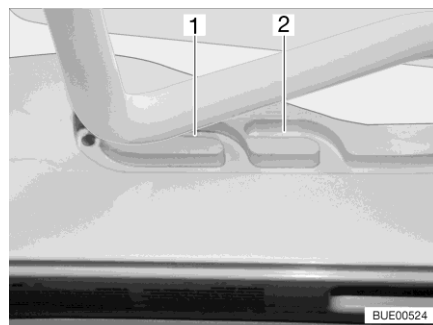
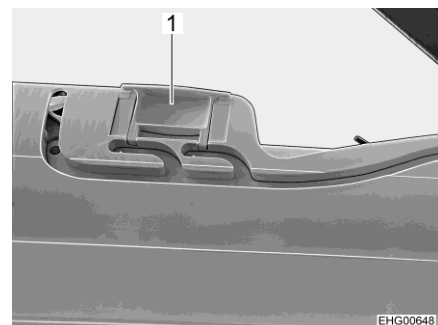

Fig. 66 Guía (posición de ventilación)
Fig. 67 Bloqueo (posición de ventilación)
La claraboya Heki se puede colocar en dos posiciones de ventilación: Posición de mal tiempo (Fig. 66,1) y posición central (Fig. 66,2). Según el modelo, la claraboya podrá ser bloqueada en la posición central con los dos pestillos (Fig. 67,1) a la izquierda y la derecha en el marco de la claraboya.
- Presionar el estribo ligeramente hacia arriba y empujarlo en la guía seleccionada (Fig. 66,1 ó 2) y, si fuera necesario, bloquearlo.